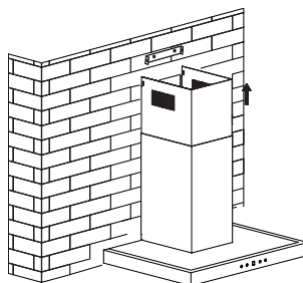

Rysunek 4
5. Przymocuj urządzenie do ściany za pomocą śrub mocujących. Patrz rysunek 4